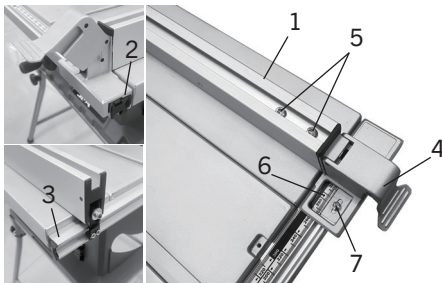
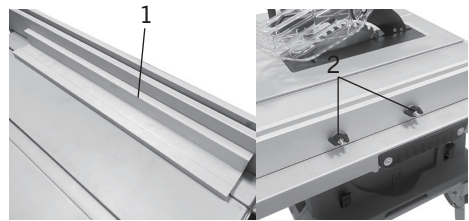
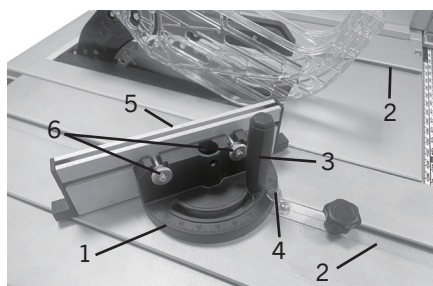

FIG. 13
FIG. 14
FIG. 15
1. Alignez l'avant du guide parallèle (1) (Fig. 13) avec le côté du rail avant (2). Alignez l'arrière du guide parallèle (1) avec le côté du rail arrière (3). Faites glisser le guide parallèle (1) sur les deux rails. Vérifiez que le levier de verrouillage du guide parallèle (4) est déverrouillé et en position haute et que le guide parallèle (1) glisse librement sur les rails (2) et (3).
2. Abaissez le levier de verrouillage du guide parallèle (4) pour verrouiller le guide parallèle (1).
1. Déverrouillez le guide parallèle (1) en soulevant le levier de verrouillage du guide parallèle (4) (Fig. 13). Desserrez les deux vis à tête cylindrique (5) situées sur le dessus du guide parallèle (1) à l'aide de la clé Allen de 5 mm (fournie).
3. Réglez l'indicateur du guide parallèle (6) sur le même repère en desserrant la vis de l'indicateur (7) et en repositionnant l'indicateur.
4. Le guide horizontal en aluminium (1) peut être installé sur le côté gauche du guide parallèle en position horizontale, comme illustré. Ce guide en aluminium est principalement utilisé pour couper en toute sécurité des pièces minces et étroites, notamment lors de la coupe de pièces avec la lame inclinée à 45° (Fig. 14).
5. Insérez deux longs boulons hexagonaux dans le côté gauche du guide parallèle, sans les serrer, et fixez-les avec des rondelles et des boutons de verrouillage (2). Faites glisser la rainure en T du guide en aluminium sur la tête de chaque boulon hexagonal, une fois en position, serrez les boutons de verrouillage (2) (Fig. 14).
REMARQUE : Il n'est pas recommandé d'utiliser le guide en aluminium en position horizontale (1) (Fig. 14) avec la table d'extension déployée.
Pour une coupe transversale avec la lame réglée à 90° ou 45° par rapport à la table, le guide d'onglet (1) (Fig. 14) peut être utilisé dans la rainure en T (2) droite ou gauche de la table. Pour une coupe transversale avec la lame inclinée, utilisez la rainure en T droite de la table, où la lame est inclinée loin de vos mains et du guide d'onglet.
1. Faites glisser la barre du guide d'onglet dans l'une des rainures en T (2) de la table.
2. Pour régler le guide d'onglet, desserrez la poignée de verrouillage (3) et réglez le guide d'onglet (1) de manière que l'indicateur (4) soit aligné sur l'angle de coupe souhaité, puis resserrez la poignée de verrouillage (3) (Fig. 15).
3. Ce guide d'onglet est équipé d'une face en aluminium (5) qui peut être retirée en enlevant le bouton de verrouillage (6) (Fig. 15).